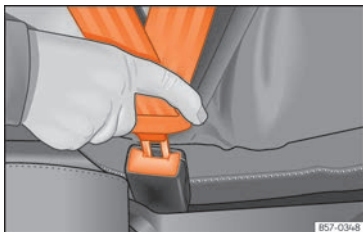

Abb. 24 Schloßzunge des Sicherheitsgurts in das Gurtschloß einstecken.
- Schloßzunge fest in das zum Sitzplatz gehörende Gurtschloß stecken »» (Abb. 24).